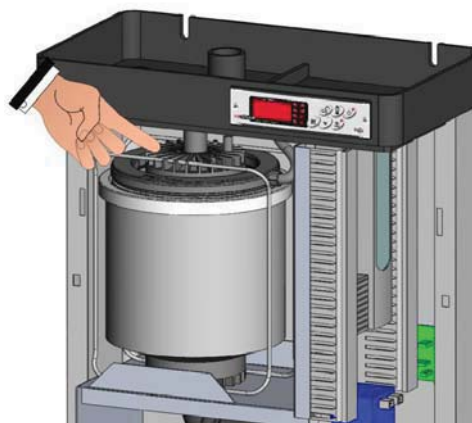

Рис. 1
3. Замените патрубок диаметром 25 мм на выходе парового цилиндра увлажнителя на патрубок диаметром 40 мм, который поставляется в комплекте с устройством (Рис. 1). Для увлажнителей PEGO-24T и eSTEAM-24T замена не требуется.